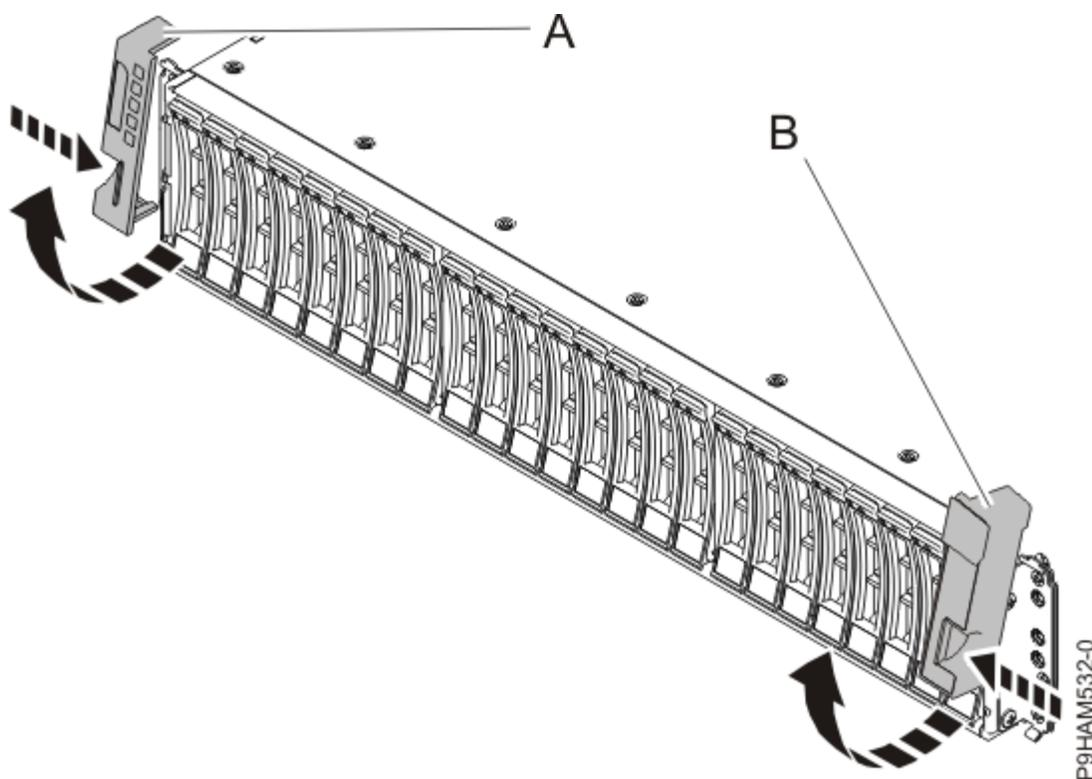

Figure 2. Retrait des capots latéraux
3. A l'avant de l'armoire, retirez le capot latéral gauche (**A**) et le capot latéral droit (**B**) de manière à voir les crochets de montage. Pincez le taquet de déverrouillage pour faire pivoter le capot vers le haut et l'extraire de la bride du boîtier, comme illustré dans la Figure 2, à la page 19.